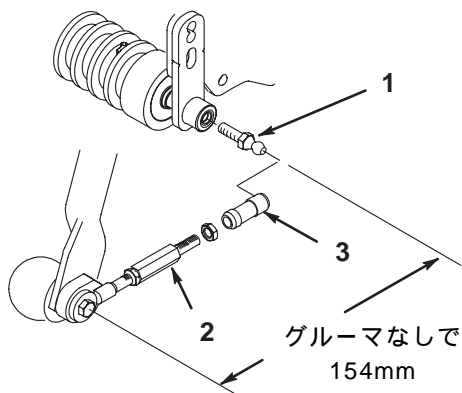

図 13
4. カッティングユニットの前ローラの左右端部にボール・スタッドを取り付ける（図13）。
6. 各ボール・ジョイント・レシーバのスリーブをスライドさせ、カuttingユニットのボール・スタッドに接続する (図 13)。
注：プル・リンク・アセンブリは長さ調整済みです。もし分解した場合には、図 13 の寸法になるように再組み立てしてください。